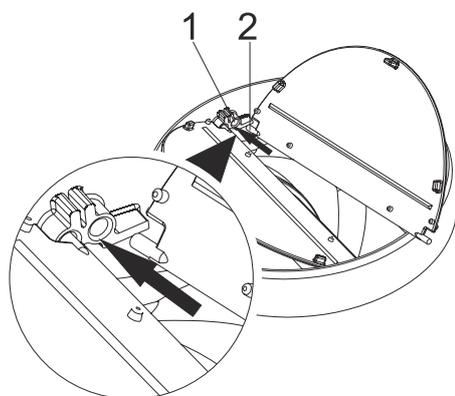

Fig. 11
- Inserire il perno di plastica (area n. 2) sulla presa del perno sullo scarico del motore (area n. 1). Fig. 11 (Fig. 11) Quindi piegare leggermente l'aletta per inserire l'altro perno sull'aletta e inserire l'altro perno nella sua presa (Fig. 11).